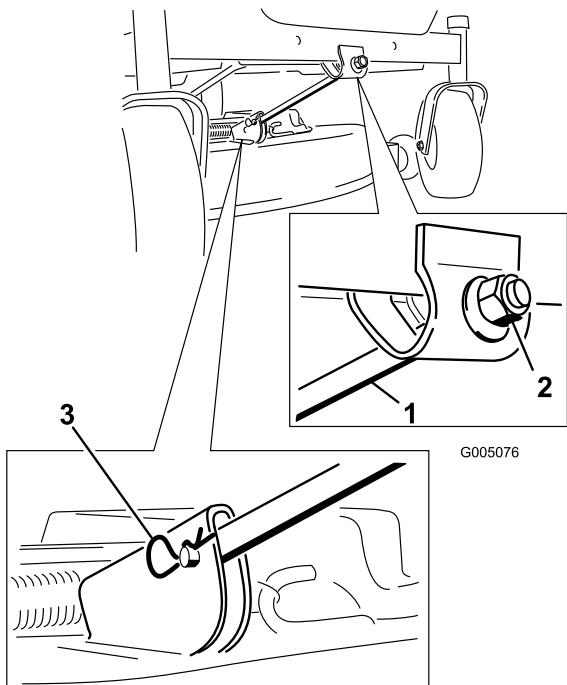

Figura 55
- Retire el pasador y la chaveta de la varilla de soporte delantera (Figura 55). Baje cuidadosamente la parte delantera de la plataforma del cortacésped al suelo.
6. Conecte la varilla de soporte delantera a la plataforma del cortacésped con el pasador y la chaveta (Figura 55).